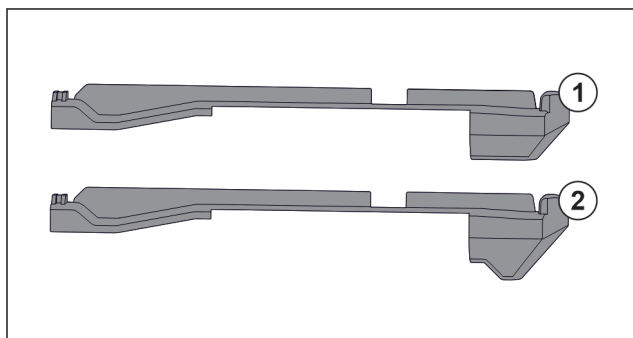

Fig. 62 Vergelijking van de insteekelementen
In het apparaat bevinden zich twee verschillende insteekelementen. Het insteekelement boven de onderste lade Fig. 62 (2) heeft een driehoekige rand. Alle overige insteekelementen Fig. 62 (1) hebben een rechte rand.
- ▶ Insteekelement Fig. 62 (2) met de driehoekige rand boven de onderste lade aanbrengen.
- ▶ Insteekelement Fig. 62 (1) met rechte rand op alle overige plekken aanbrengen.